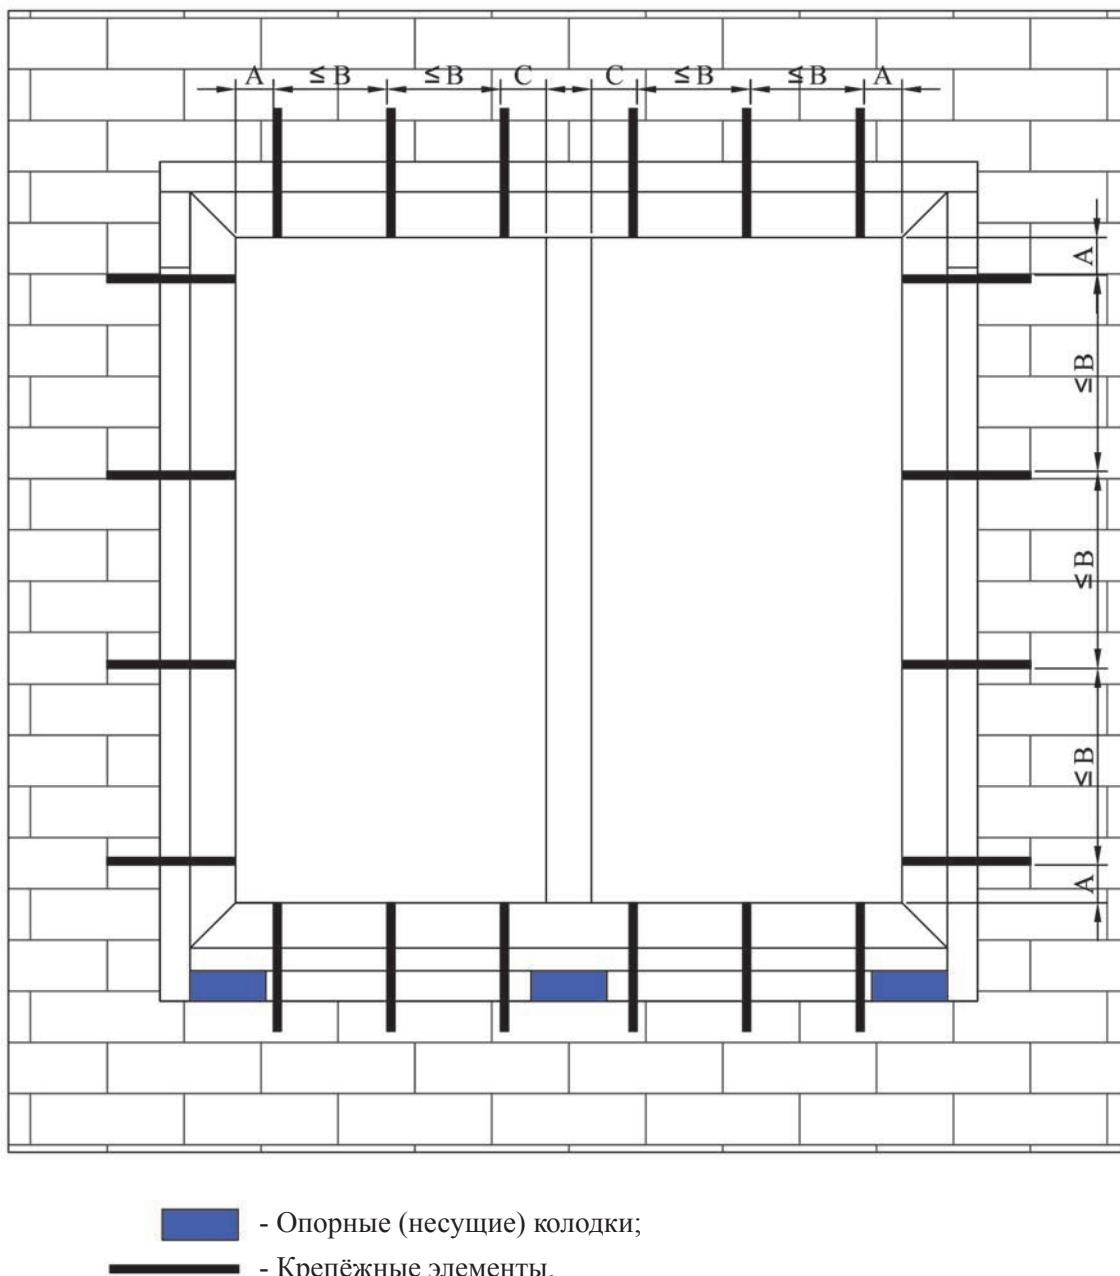

Рис. 17
11. Расстояние «A», (рисунок 17) от внутреннего угла рамы до первого крепления должно быть 150 – 180 мм. Расстояние «C», от узла импостного соединения до крепёжного элемента 120 – 180 мм. При монтаже изделий, из ПВХ профилей, усиленными стальным армированием, расстояние «B», между крепёжными элементами, не должно превышать значений указанных в таблице № 2 (согласно ГОСТ 30971-2012).